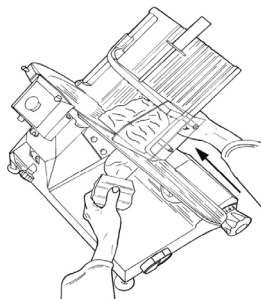

Fig. 2 - Taglio della carne
- Spostare uniformemente il carrello (vassoio di cibo + morsa di carne + supporto) verso la lama, senza spingere il cibo con la morsa perché il cibo è spinto sul basamento sotto il proprio peso. La lama taglia facilmente il cibo e le fette saranno guidate dal deflettore sul vassoio (vedere Fig.2);